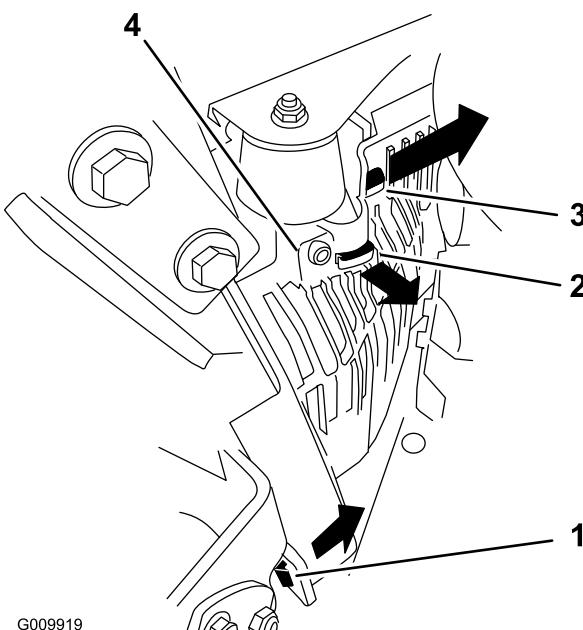

Bild 65
3. Nehmen Sie die linke Haube der Hydraulikanlage in der Reihenfolge ab, die in Bild 65 aufgeführt ist. Jetzt ist die vordere Zündkerze zugänglich.
5. Setzen Sie die linke Haube der Hydraulikanlage auf (Bild 65).